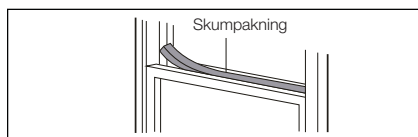

Fig. 17
7. Skjær skumpakningen til egnet lengde, og tett åpningen mellom den øvre vindusrammen og det ytre vinduet, slik som vist i Fig. 17.